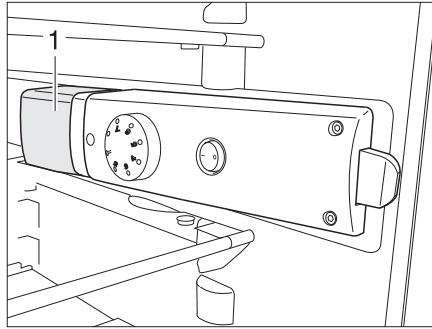

Fig. 400 Lampe du réfrigérateur
- De l'arrière, saisir en dessous du cache de luminaire (Fig. 400,1) et soulever le cache de luminaire d'env. 3 mm.